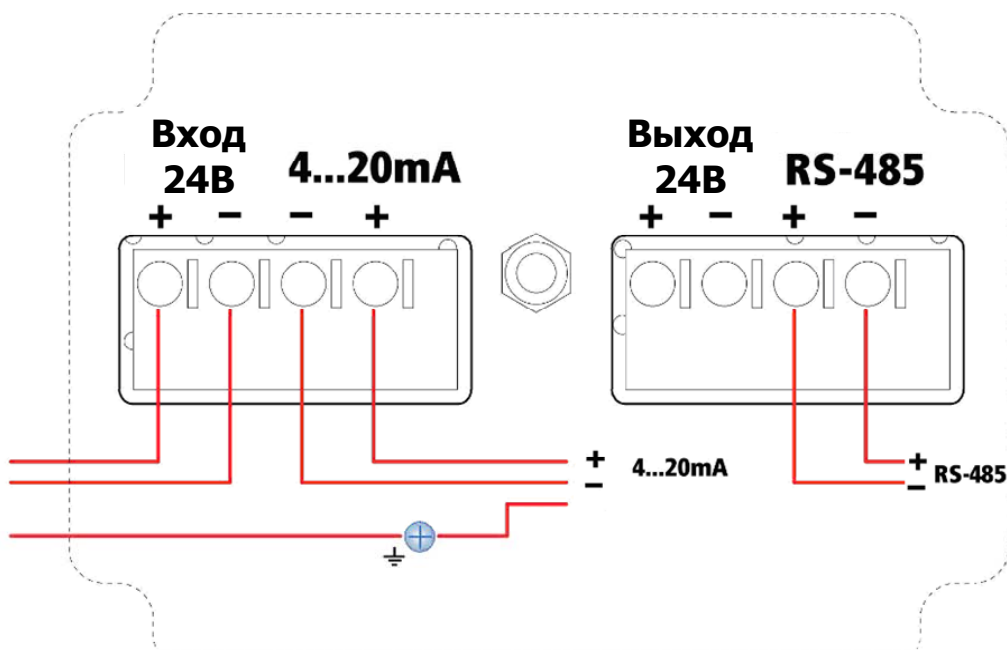

Рисунок 30 Схема подключений (4...20 мА/Hart 4-проводный/RS485)
6. Вставьте концы жил кабеля в клеммы в соответствии со схемой подключений (см. Рисунок 30) и зажмите клеммы винтами.